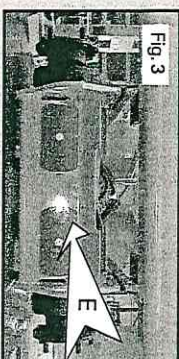

Fig. 3
- Desmonte los dos extractores (Fig. 3 (E)) fijados en la caja del eje trasero (para ello, debe desatornillar los tornillos hexagonales).